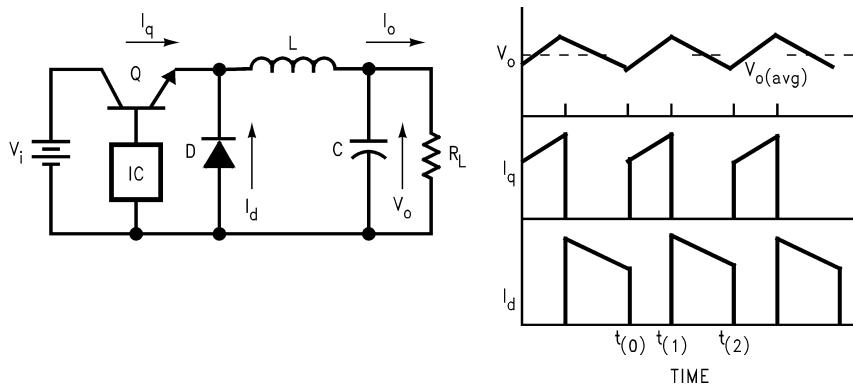

FIGURE 4. Buck Regulator Circuit with Voltage and Current Waveforms
スイッチング電圧レギュレータ回路にはさまざまな方式が存在します。まず最初に、構成が単純な降圧 (バック) レギュレータを取り上げます (Figure 4)。式 (1) で与えられるように入力電圧より出力電圧が低い場合、別名ステップダウン・レギュレータとも呼ばれます。軍用標準電源バスである28VをTTLロジック回路用の5Vに変換する電源回路などがアプリケーション例となります。
Figure 4の時刻  $t_{(0)}$  で出力電圧  $V_o$  が低下したことを検出したコントローラは、パス・トランジスタをオンにして  $L$  に電流を流すとともにコンデンサ  $C$  を再充電します。  $V_o$  が規定電圧に上昇するとコントローラはパス・トランジスタ  $Q$  をオフにし、  $L$ 、  $C$ 、超高速ダイオード  $D$  で構成される信号経路に電流を還流 (フリーホイール) させます。このとき、インダクタ  $L$  に蓄えられていたエネルギーは効率的にコンデンサに伝達されます。必要なインダクタとコンデンサの大きさは、スイッチング電源の電力密度を決めるスイッチング周波数に反比例します。高周波動作の場合は周波数特性に優れたパワー MOSFET をパス・トランジスタとして、パイポーラ・トランジスタの代わりに使用します。パス・トランジスタには負荷電流だけでなくダイオード  $D$  の逆回復電流も印加されるため、超高速リカバリ・ダイオードまたはショットキ・ダイオードを採用しなければなりません。